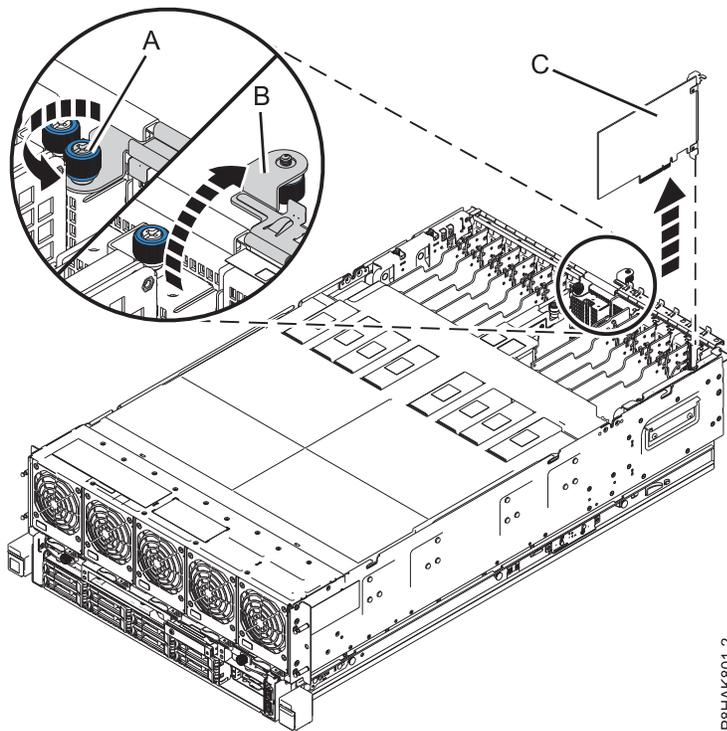

Figura 26. Extracción de un adaptador PCIe del sistema 8408-44E o 8408-E8E
- Desatornille el tornillo cautivo de la pieza de sujeción de retención de E/S hasta que esté bien aflojado. Consulte **(A)** en la Figura 26 en la página 41.
- Abra la pieza de sujeción de retención de E/S haciéndola girar hacia arriba y sacándola del sistema. Consulte **(B)** en la Figura 26 en la página 41.
- c. Sujete cuidadosamente el adaptador (C) por su borde o contrapunta y extráigalo de la ranura, tal como se muestra en la Figura 26.